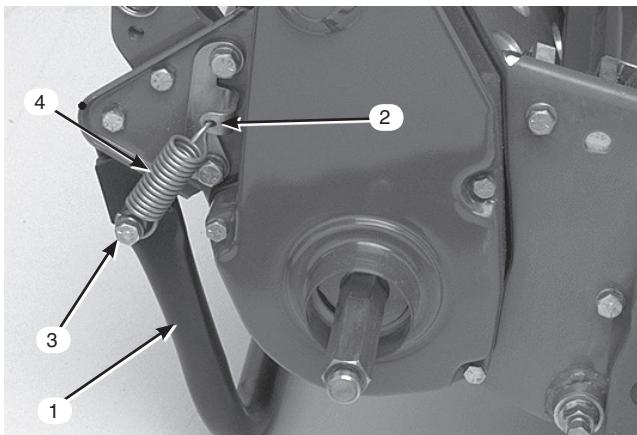

図3
- 後フレームについている取り付け穴にキック・スタンドを合わせておいて、スプリングを、スプリング・ブラケットの穴とスプリング・リテナの穴に引っ掛ける(図3)。
2. キャップスクリュ、ロックワッシャ、スペーサ、平ワッシャ、ロックナットを使って、キック・スタンドをフレームの左右に固定する(図3)。スペーサは、キック・スタンドの取り付け穴に入れる。